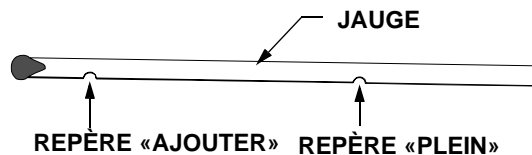

Figure 52
- Maintenez toujours le niveau d'huile entre les repères «Plein» et «Ajouter» sur la jauge. Voir la Figure 52.
- Versez de l'huile DOUCEMENT dans le carter moteur, jusqu'à ce que le niveau atteigne le repère «PLEIN» sur la jauge. Voir la Figure 52.